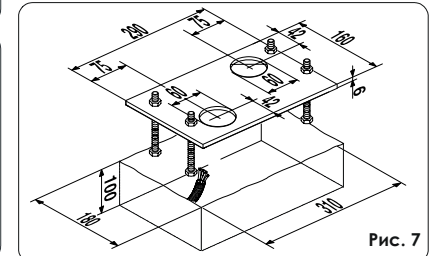

Рис. 7
3. Подготовьте постамент для основания так, как показано на рис.7, и укрепите пластину основания, снабдив одним или более кожухом для проводки электрических кабелей. Используя спиртовой уровень, проверьте, чтобы плита была выставлена ровно. Подождите, пока не схватится цемент.